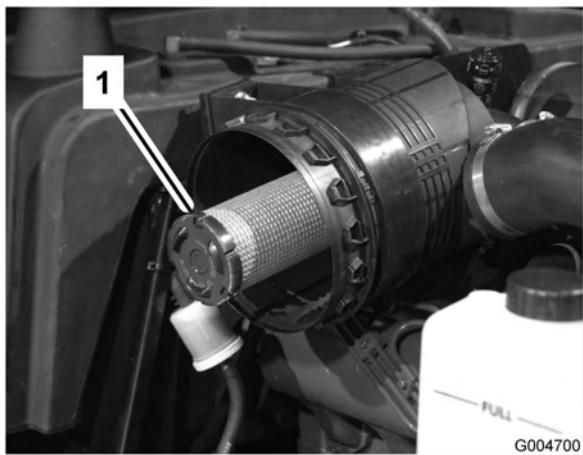

Figure 48
- Enlevez le filtre principal (Figure 47). Il est déconseillé de nettoyer les éléments usagés car cela risque d'endommager le matériau du filtre. Vérifiez que le nouveau filtre est en bon état ; contrôlez l'extrémité étanche du filtre et le corps. N'utilisez pas l'élément s'il est endommagé. N'enlevez pas l'élément de sécurité (Figure 48).
**Important:** N'essayez jamais de nettoyer l'élément de sécurité (Figure 48). Remplacez-le une fois sur trois, quand vous effectuez l'entretien de l'élément primaire.